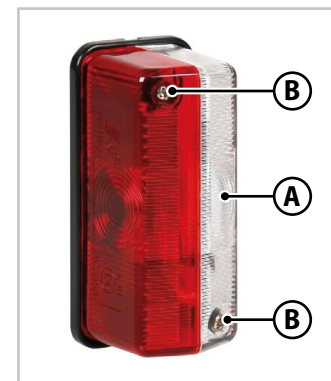

Fig.7.3 - Luces de gálibo laterales
2. Desmonte la tapa blanca-roja (A - Fig.7.3) quitando los tornillos de fijación (B - Fig.7.3).
5. Vuelva a colocar la tapa blanca-roja (A - Fig.7.3) con los tornillos de fijación (B - Fig.7.3) que quitó anteriormente.